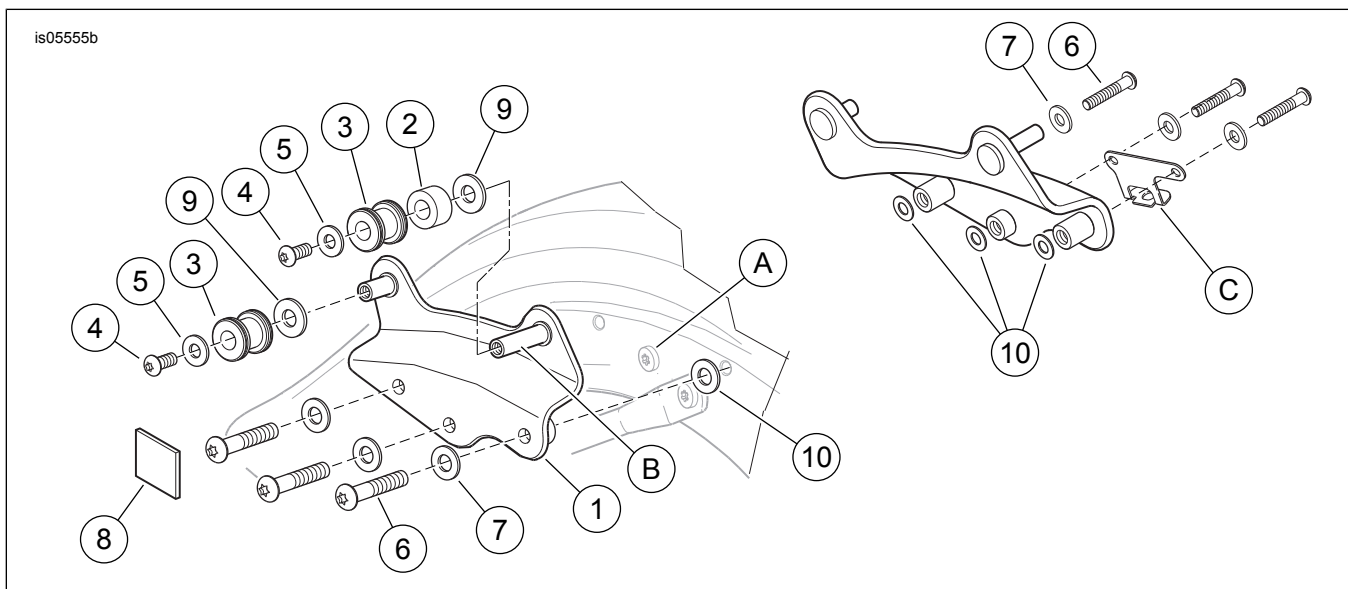

Figure 3. Pièces de rechange, kit de visserie d'ancrage amovible à quatre galets
Voir la Figure 3 et le Tableau 1.
- TOUS les modèles :** Voir la Figure 3. Retirer la vis (A) qui attache l'arrière du couvercle chromé à l'extension de cadre arrière de chaque côté du véhicule.
- Placer une rondelle (7) sur les filets de chacune des grandes vis à tête TORX® (6) du kit.
4. Voir la Figure 3. Glisser une entretoise (2) sur la goupille longue (B) de chaque plaque d'ancrage. Installer les quatre galets d'ancrage (3), l'extrémité de chanfrein en premier, sur les goupilles de la plaque d'ancrage longues et courtes avec les rondelles (5) et les petites vis TORX (4). Serrer les boulons jusqu'au blocage.